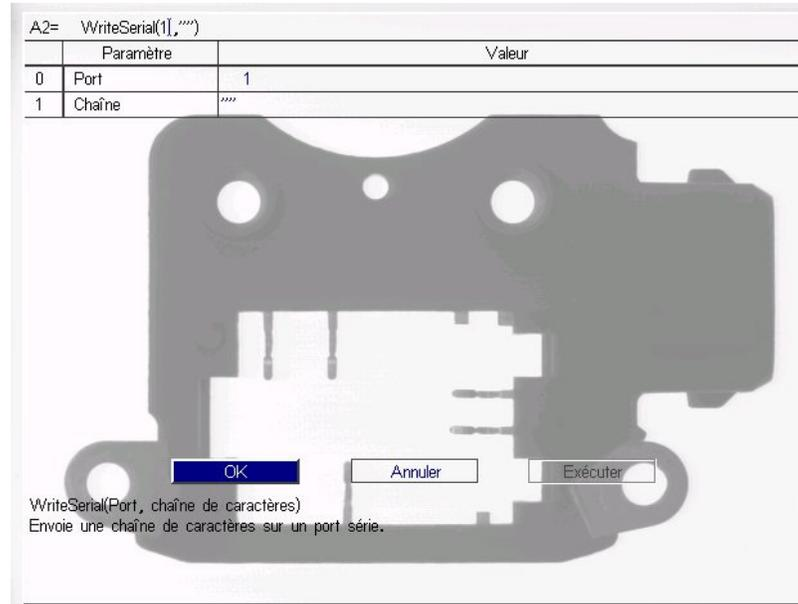

Figure 12-5. Feuille de propriétés WriteSerial
2. Dans **Communications**, sélectionnez **WriteSerial** dans la sous-catégorie **Série** pour ouvrir la feuille de propriétés WriteSerial (voir Figure 12-5).